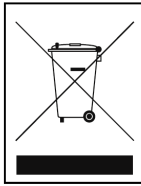

Fig.2
1.1 La plaquette d'identification et de données techniques est placée au dos de l'appareil (fig.2).
Leggere attentamente le avvertenze contenute nel presente libretto. Conservate questo libretto per ogni ulteriore consultazione dei vari operatori. Prima di collegare l'apparecchiatura accertarsi che i dati riportati sulla targhetta tecnica (fig.2) siano corrispondenti a quelli della rete di distribuzione elettrica. Prima di effettuare qualsiasi operazione isolare l'apparecchiatura dalla rete di distribuzione elettrica.
1.1 La targhetta di identificazione e tecnica è installata sul retro dell'apparecchiatura (fig.2).